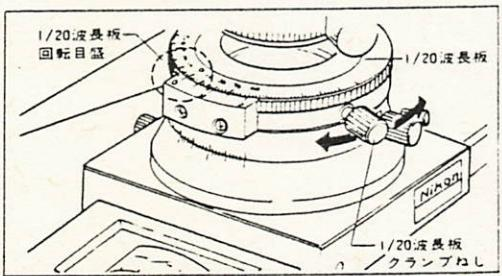

図21
- 11) 1/20波長板回転目盛を0にした後、1/20波長板をコンペニセータにセットし、1/20波長板クランプねじを持って、1/20波長板部全体を回転して暗十字を出し、1/20波長板クランプねじをクランプします。 (図21)